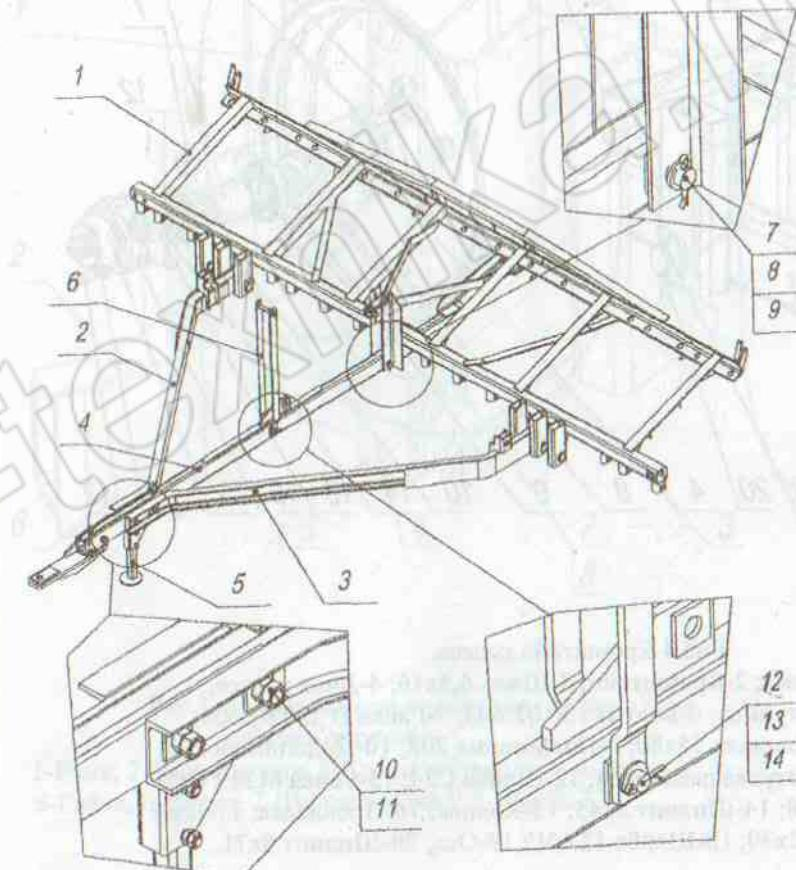
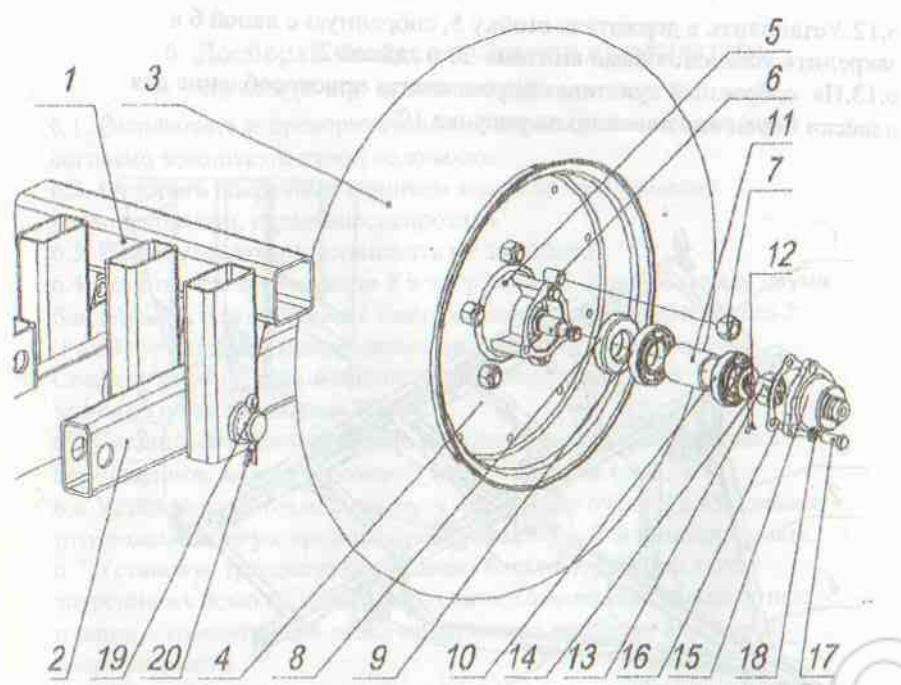

Рис.3
Рис.4 Кронштейн колеса.
- 2.5. Кронштейны колес 2 (рис.4) служат опорными частями культиватора. Кронштейны шарнирно закрепляются в балке рамы осью3, на другой оси кронштейнов закрепляются ступицы колес 5.
- 2.6. Колеса 3 (рис.4) шириной 175мм и диаметром 750 мм совместно с дисками 4 и ступицами 5 консольно крепятся на оси кронштейнов колес.
6.4. Установить тягу правую 2 и тягу левую 3 (рис.3.) между двумя ближними к центру рамы 1 понизителями , кронштейн колеса 2 (Рис.4) установите между двумя свободными понизителями .